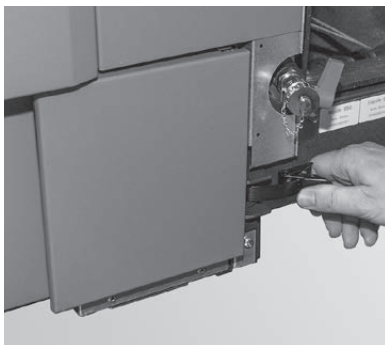

Fig. 58 Spannbügelverschluss öffnen
- ▶ Rechten unteren Spannbügelverschluss lösen – Fig. 58.